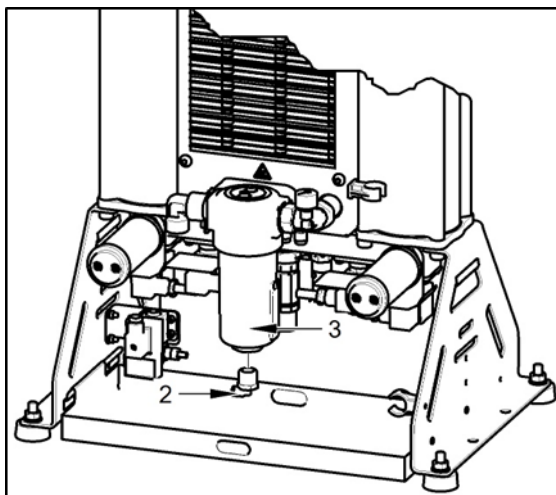

Рис. 26: Стравливание давления из охладителя и отделителя конденсата
- Отсоедините шланг (2) от нижней части отделителя конденсата (3) (Рис. 26).